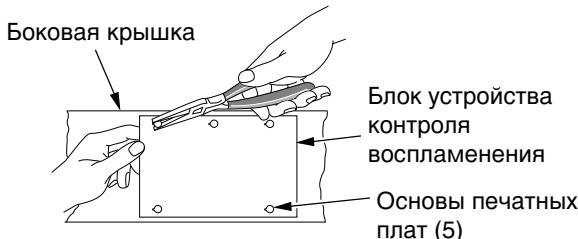

Рис. 30 - Снятие печатной платы
- Зажмите острогубцами контактный столбик, находящийся на основе печатной платы, и поднимите кромку печатной платы с узла устройства контроля воспламенения (см. Рис. 30). Повторите эту операцию для основ остальных четырех печатных плат, а затем снимите узел.